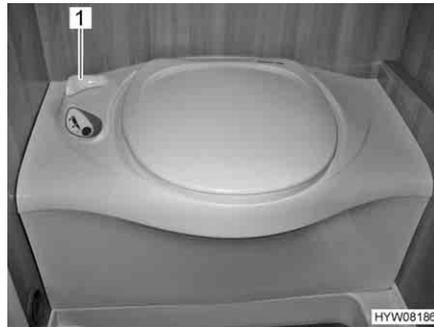

Fig. 256 Toilettes Thetford
- Avant d'actionner la chasse d'eau, ouvrir le curseur des toilettes Thetford. Tourner pour cela le levier du curseur (Fig. 256,1) dans le sens inverse des aiguilles d'une montre.
- Après avoir actionné la chasse d'eau, fermer le curseur. Tourner le levier du curseur (Fig. 256,1) dans le sens des aiguilles d'une montre.